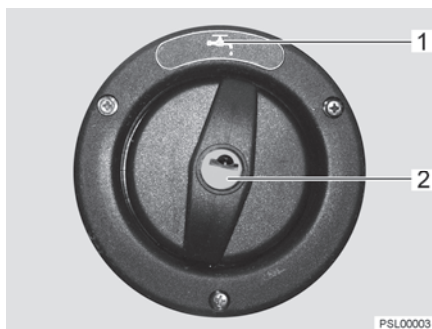

Fig. 138 Couvercle de fermeture pour bec de remplissage d'eau potable
Le bec de remplissage d'eau potable est désigné par le symbole "🚰" (Fig. 138,1). Le couvercle de fermeture est ouvert et verrouillé à l'aide de la clé pour les serrures extérieures.
- Insérer la clé dans le barillet (Fig. 138,2) et la tourner d'un quart de tour dans le sens inverse des aiguilles d'une montre.
- Ouvrir le bec de remplissage d'eau potable (Fig. 138).